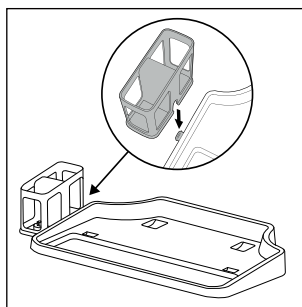

Rys. 3
- ♦ Nawiń kabel zasilający **17** całkowicie wokół uchwytu kabla górnego i dolnego **16/20** (patrz rys. 3).